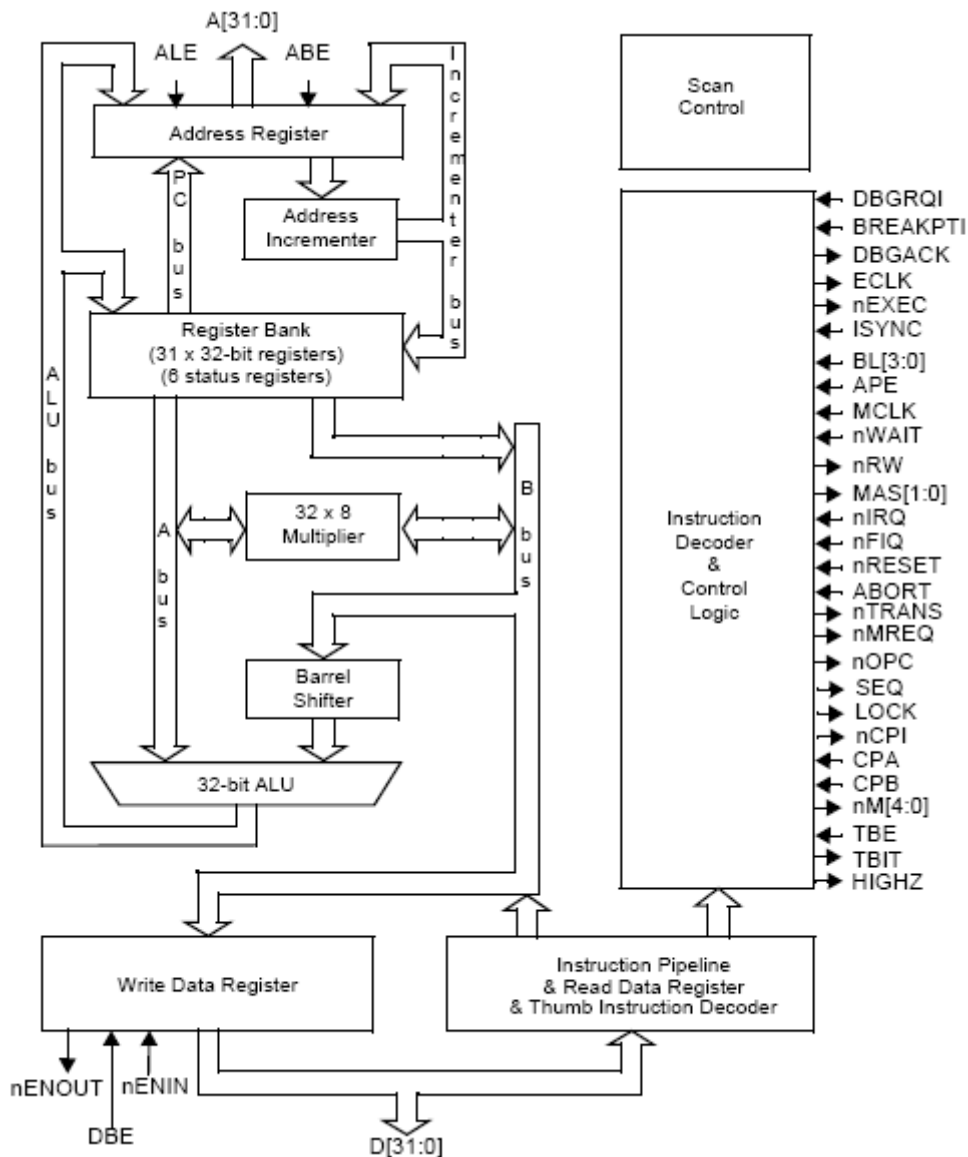

Рис. 2.1.4. Блок-схема ядра
*Ядро МК AT91SAM7X* - это ARM7TDMI, представляет собой RISC процессор, основанный на архитектуре Фон-Неймана ARMv4T (рис. 2.1.4). Буквенное обозначение «TDMI» в названии ядра ARM7TDMI, согласно спецификации фирмы ARM, имеют следующую расшифровку: